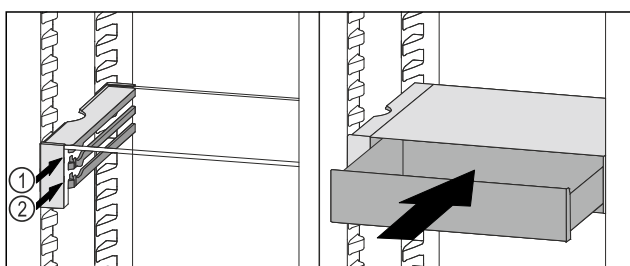

Fig. 125
- Placer le tiroir VarioSafe derrière les butées sur la nervure désirée Fig. 125 (1) ou Fig. 125 (2).